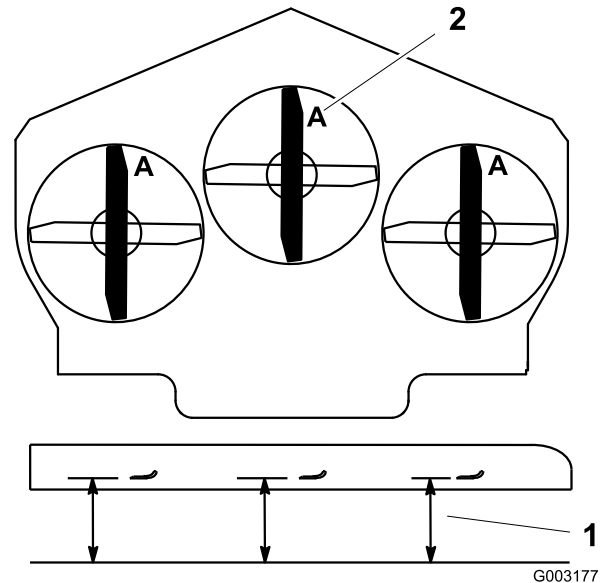

Figure 80
3. Tournez les lames dans le sens longitudinal (Figure 80). Mesurez la distance entre la surface plane et le tranchant (position A) des lames (Figure 80) et notez cette valeur.